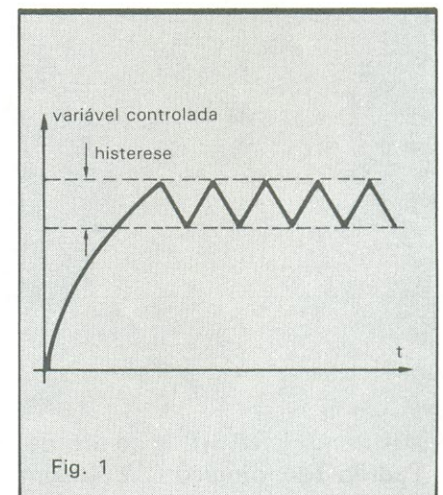

Fig. 1
**ON-OFF** — Quando a variável controlada alcança um valor preestabelecido, a variável controladora é desligada, e quando ela atinge um valor limite, a controladora é novamente ligada. Este tipo de controle apresenta constantes ligamentos e desligamentos, o que geralmente reduz a sua vida útil, além de apresentar uma histerese diferencial que nem sempre pode ser aceita como funcional para os sistemas mais críticos (fig. 1).